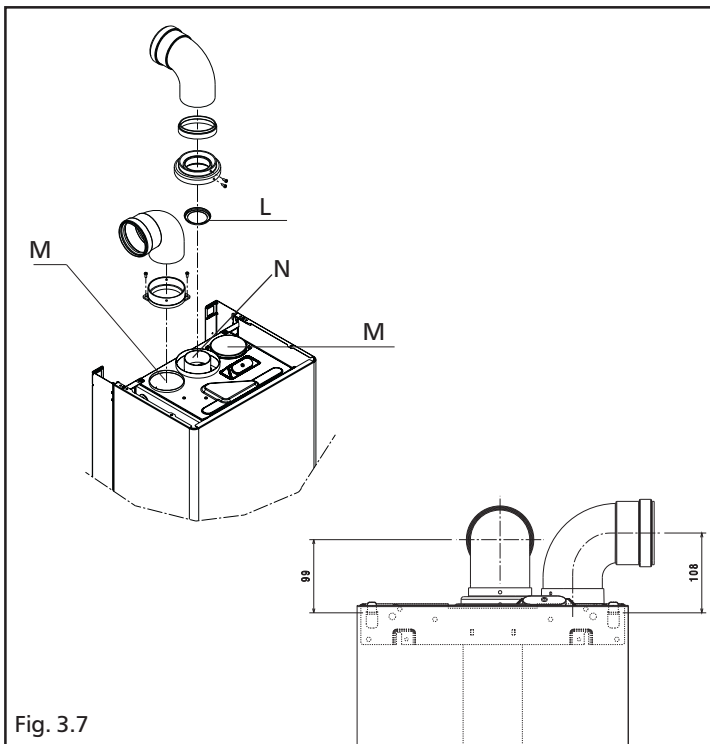

Fig. 3.7
Il condotto di scarico dei prodotti della combustione (N) è indicato in fig. 3.7.